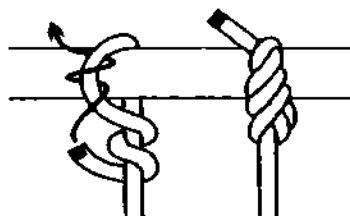

Рис. 654. Штык двойная восьмёрка.
**Штык двойная восьмёрка** – это самозатягивающийся узел восьмёркой со шлагом на коренном конце и со шлагом на обносе (рис. 654). Это очень крепкий и очень надёжный узел, намного надёжнее *удавки*. Но в отличие от *удавки*, после снятия нагрузки, узел не ослабляется и остаётся тугим, поэтому узел нельзя быстро развязать.